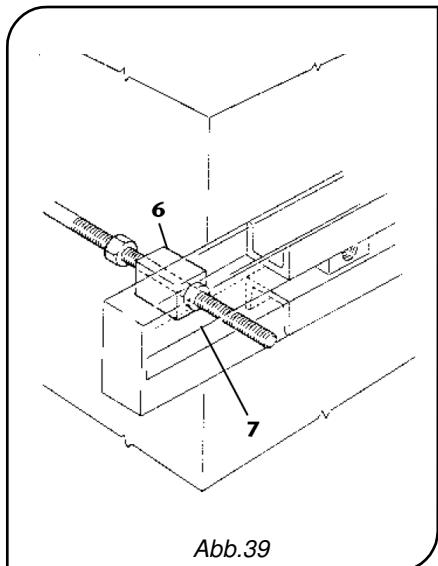

Abb.39
5. Die korrekte Position der vier Gegenmuttern **6** prüfen und kontrollieren, dass die Zentrierkronen **7** in den jeweiligen Sitzen auf den vorderen Bügeln fest eingesetzt sind (Abb. 39).